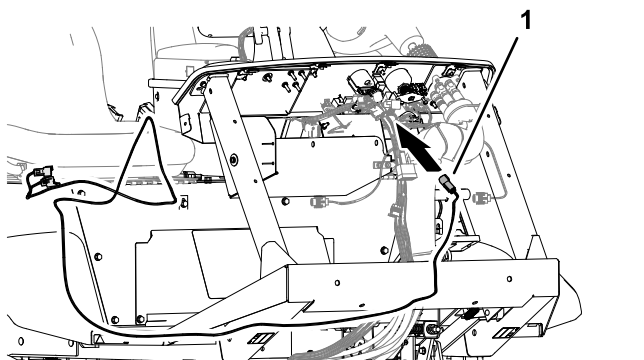

Рисунок 167
1. В передней части машины направьте 4-штыревой разъем жгута проводов шины ISO-CAN длиной 302 см, имеющий маркировку To ISOBUS (К шине ISOBUS), в сторону приборной панели (Рисунок 167).